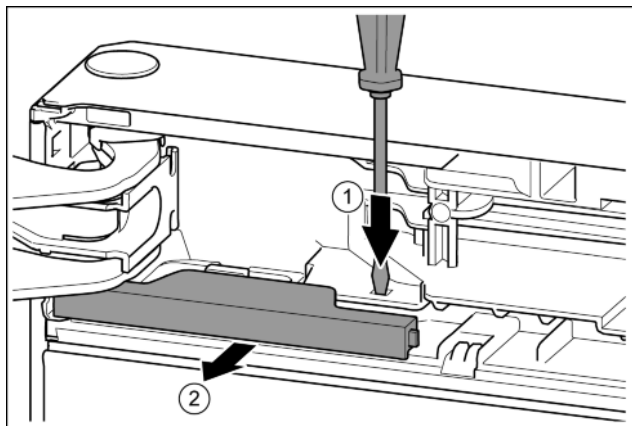

Fig. 11
- С плоската отвертка натиснете езичето. Fig. 11 (1)
- Извадете капака от фиксатора. Fig. 11 (2)